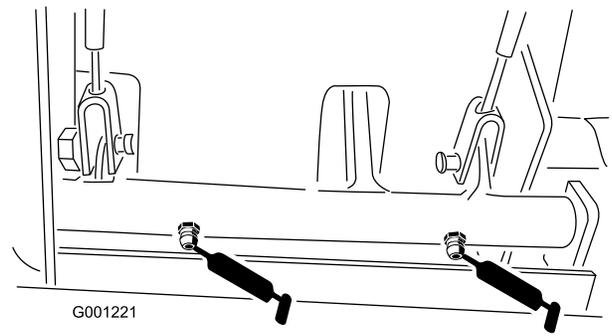

Bild 38
- Bremskabel (am Antriebsrad und Bremspedal) (Bild 38)
- Büchsen des Bremsgelenks (Bild 38)